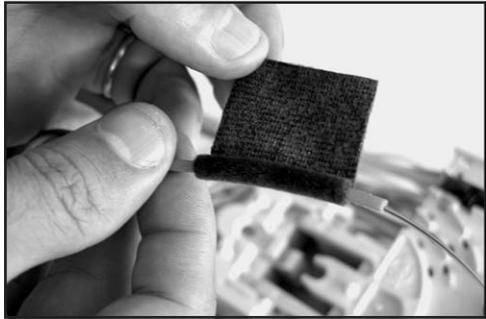

Figura 42
11.2 Coloque dos vueltas del filtro azul protector del tubo loose a partir de los 10 mm de la punta cortada (Figura 42).